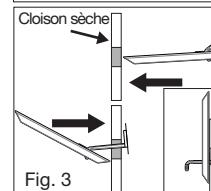

Fig. 3
11. Une fois la barre complètement insérée dans le mur, tirez la collerette vers l'extérieur/l'arrière et assurez-vous que la barre se redresse puis se stabilise à la verticale derrière le mur. La barre doit s'appuyer à l'arrière du mur en pointant vers le haut, sa partie la plus longue au sommet. (**Fig. 3**)